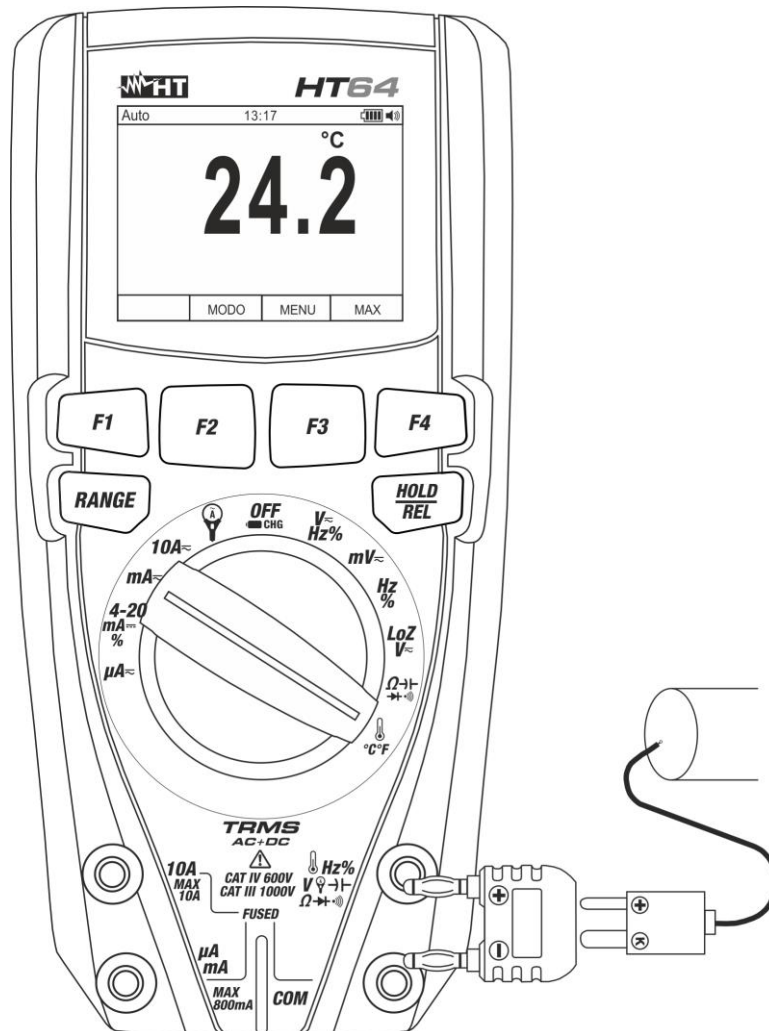

Fig. 29: Uso dello strumento per misura di Temperatura
3. Inserire l'adattatore in dotazione nei terminali di ingresso Hz% V Ω (polarità +) e **COM** (polarità -) (vedere Fig. 29)